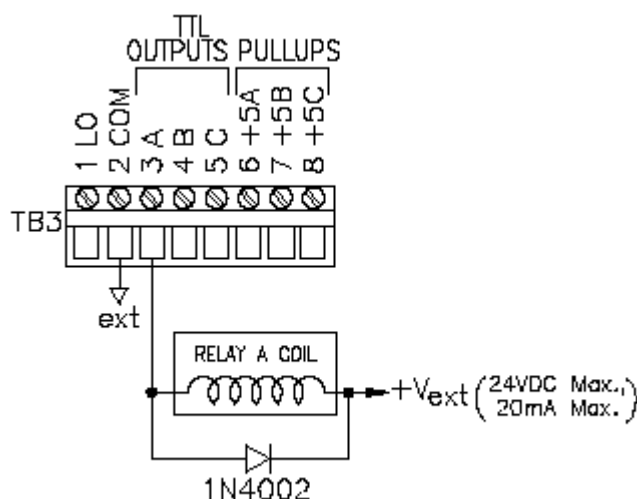

图 2-9 用于直流继电器线圈驱动操作的 TTL 输出连接
由于 TTL 输出是开放式的集电极输出，它们可以用作通过某设备的开关电流，例如直流 (DC) 继电器线圈。参考图 2-9 的接线排列方法，使用 TTL 输出 A 作为直流继电器线圈驱动。这个连接要求有外部电源和一个适当的二极管。